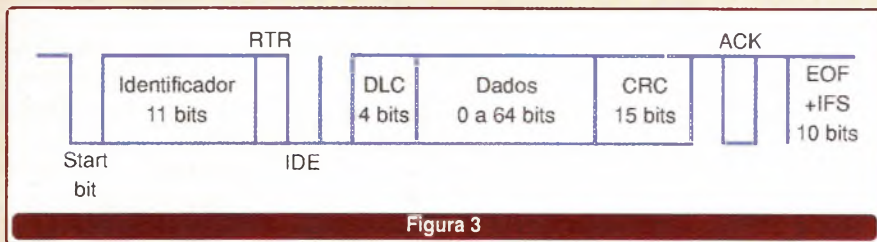

Figura 3
**CAN 2.0A** – *Mensagens com identificador de 11 bits*. É possível ter até 2048 mensagens em uma rede constituída sob este formato, o que pode caracterizar uma limitação em determinadas aplicações. A **Figura 3** apresenta o quadro de mensagem do CAN 2.0A.